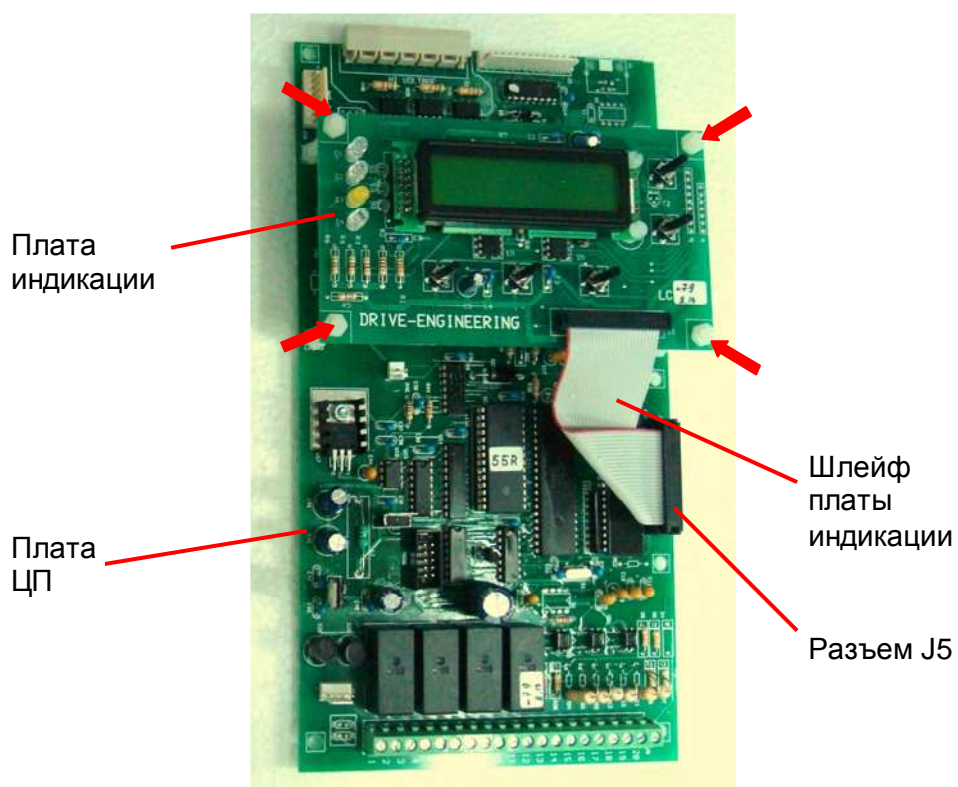

Рис. 7.31
7.11.2. Зафиксировать плату индикации четырьмя пластмассовыми гайками (рис. 7.31, красные стрелки).
7.11.3. Подключить разъем шлейфа платы индикации к разъему J5 платы ЦП (рис. 7.31).